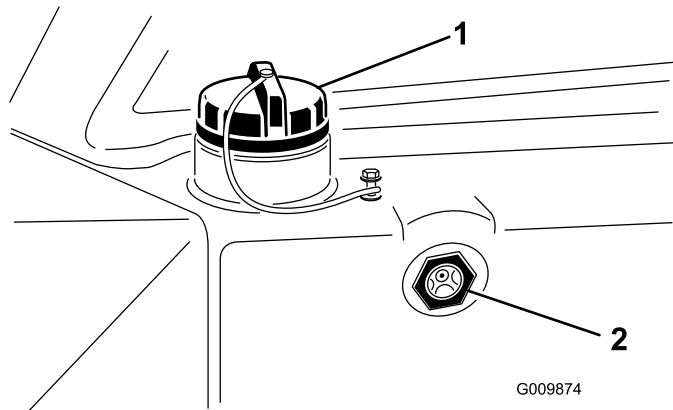

Figura 29
2. Compruebe el nivel de aceite observando la mirilla (Figura 29).
4. Si el nivel de aceite no llega al menos a la parte inferior de la mirilla cuando el aceite está frío, retire el tapón del depósito de aceite hidráulico (Figura 29) y llene lentamente el depósito con aceite hidráulico de alta calidad hasta que el nivel llegue a la parte inferior de la mirilla. **No llene demasiado.**